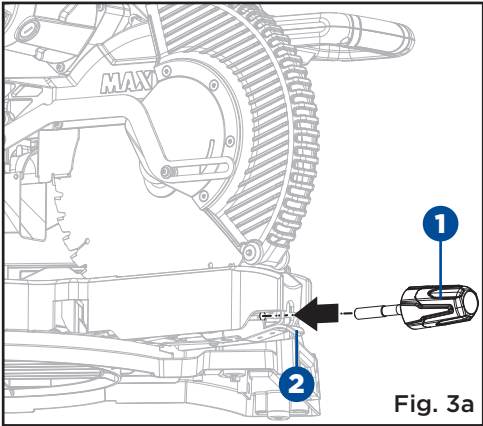

Fig. 3a
**ASSEMBLAGE DE LA POIGNÉE DE VERROUILLAGE D'ONGLET (Fig. 3a-3b)**
- Vissez la poignée de verrouillage d'onglet (1) dans l'extrémité de la table de travail au-dessus du levier de cran d'onglet (2).
- Tenez la poignée de verrouillage d'onglet (1) tout en relevant le levier de cran d'onglet (2) pour déplacer la table à 0°. Serrez la poignée de verrouillage d'onglet.